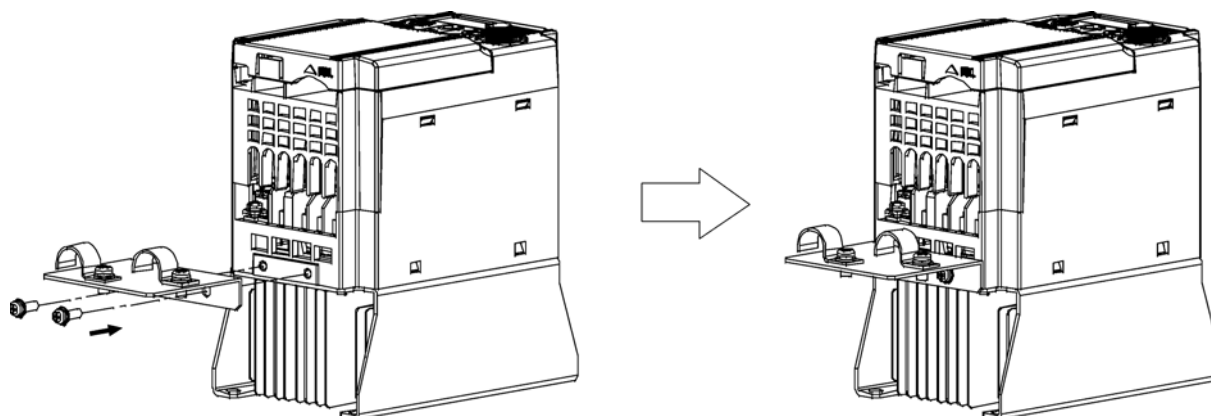

Fig. 11-3-1 Sujeción del acoplador de puesta a tierra CEM
- 1) Instale el acoplador de puesta a tierra CEM (incluido en el suministro) al variador con los tornillos para conectar a tierra los apantallamientos de los cables. (Véase la Fig. 11-3-1)